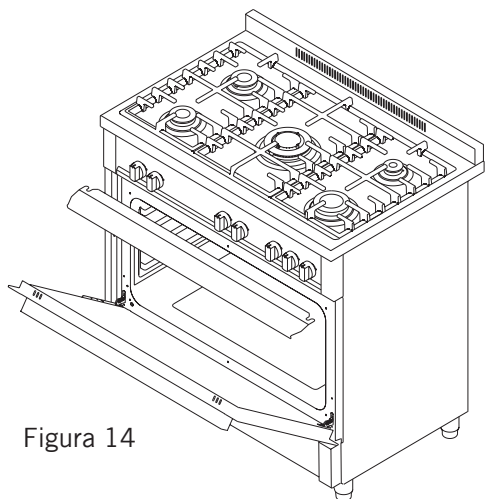

Figura 14
2. Coloque el panel de seguridad debajo del panel de control abriendo el cristal de la cobertura frontal del horno. (Figura 14)